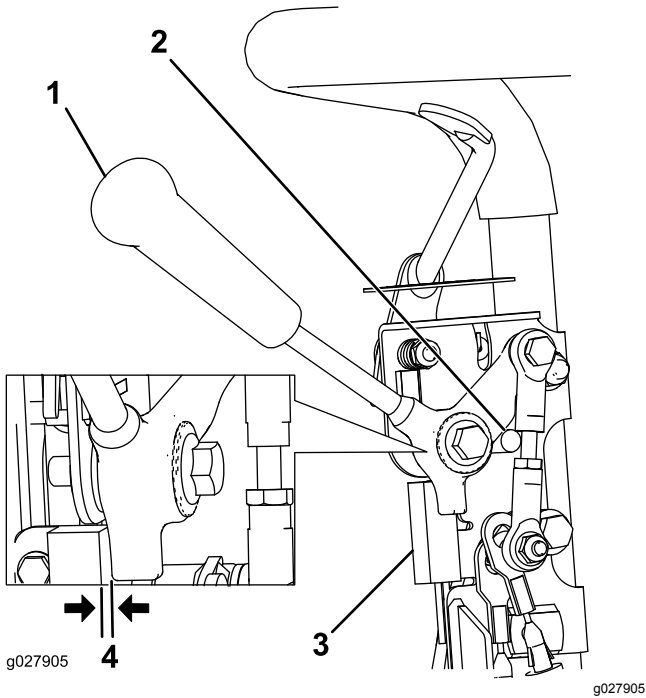

图31
1. 确保发动机关闭、牵引杆处于“已分离”位置且机器停放在“空档停止”位置图31。
2. 松开联锁开关紧固件(图31)。
3. 在牵引杆与联锁开关之间放入 0.8mm 厚的塞尺图31。